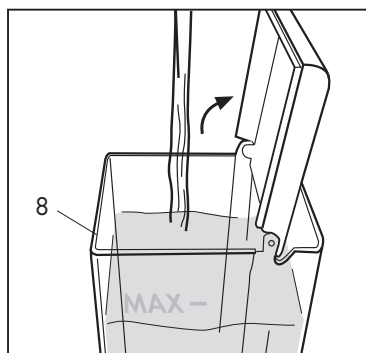

Fig. 2
- Ouvrir le couvercle et remplir le réservoir jusqu'au niveau maximum (3 l) (**Fig. 2**).